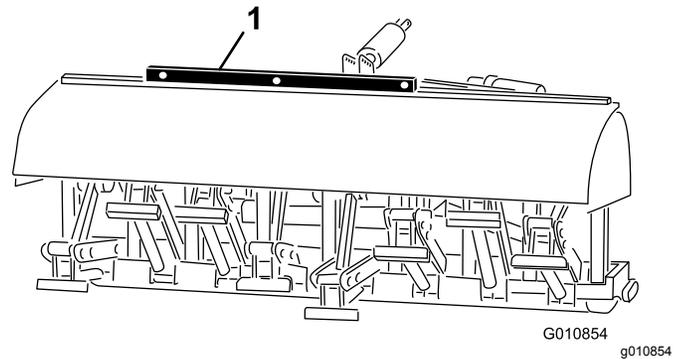

Рисунок 29
2. Для проверки выравнивания в поперечном направлении поместите уровень на раму аэратора (Рисунок 29).